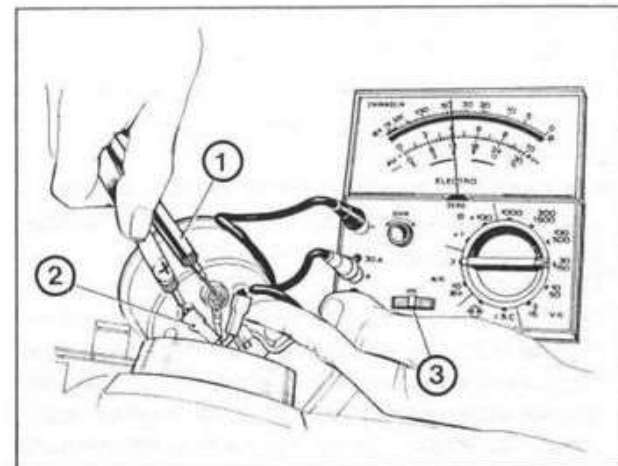

Fig. 188
- per eseguire questa verifica occorre controllare con il tester (**Fig. 188**) o con un voltmetro che la tensione tra il cavo rosso che è collegato allo strumento e la massa sia di almeno 12 V (non è necessario staccare i cavi dallo strumento, **utilizzare i puntali del tester**); nell'eventualità che la suddetta tensione fosse inferiore agli 11 V, (dopo avere verificato lo stato di carica della batteria), controllare che i collegamenti tra batteria e contagiri siano efficienti in special modo **l'interruttore a chiave**. Per capire se l'interruttore chiave è difettoso è sufficiente staccare il cavo blu di massa dall'interruttore a chiave scollegandolo così dal telaio.